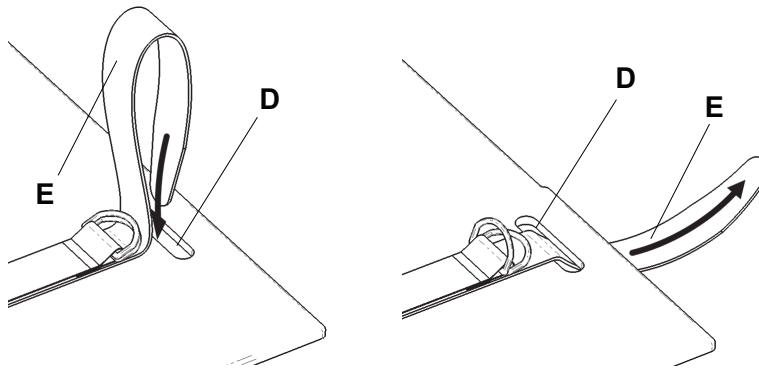

Abbildung 2 – Zuggurte einführen
8. Führen Sie den Haltegurt (E) durch die Öffnung der Rückenlehne (D) (Abbildung 2).